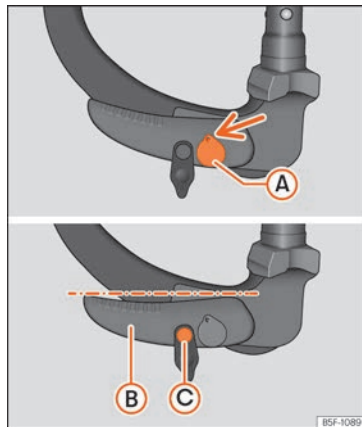

Fig. 265 Posición de reserva: posición de la palanca y el perno de desbloqueo
- La llave ① »» fig. 265 se encuentra en la posición desbloqueada (la parte agujereada de la llave se muestra hacia arriba).
- La palanca ② »» fig. 265 se encuentra en la posición inferior.
- Se puede mover el perno de desbloqueo ③ »» fig. 265.